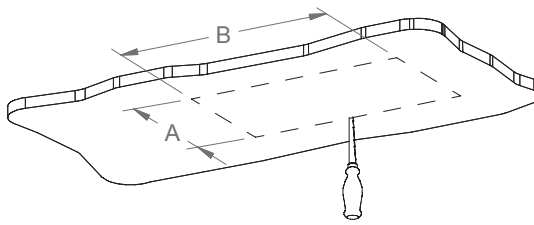

Fig. 1
1. Cut hole in the ceiling - see table (Fig.1)
1. Percer un trou dans le plafond – voir les tables de mesures (Fig. 1).